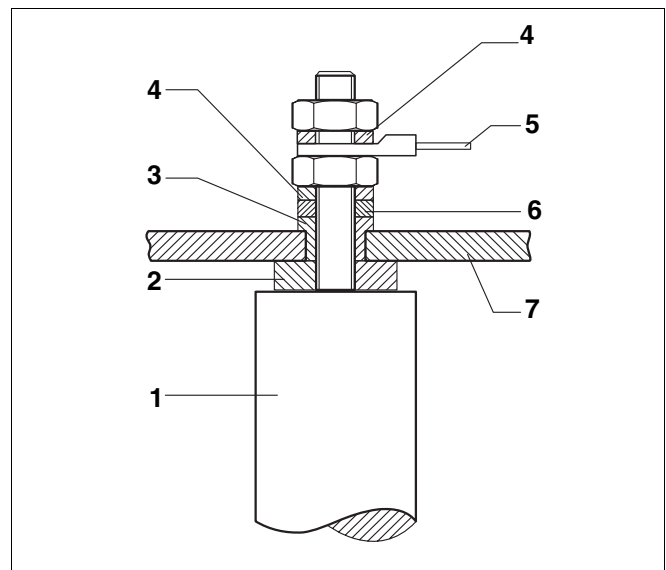

Fig. 10 Montarea anodului de magneziu
- Se deșurubează șuruburile cu cap hexagonal aflate pe capacul gurii de vizitare, se scoate capacul împreună cu anodul de magneziu și se verifică gradul de uzură al anodului de magneziu (fig. 10).
- Se etanșează din nou anodului de magneziu (fig. 10).